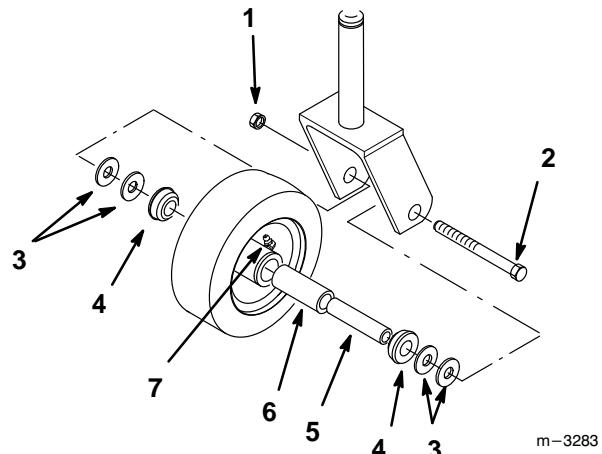

Figure 36
1. Déposer l'écrou et le boulon de roue qui fixent la roue pivotante à sa fourchette (Fig. 36).
2. Déposer la rondelle et le coussinet, puis retirer du moyeu le roulement à rouleaux et la douille de support (Fig. 36).
3. Retirer du moyeu l'autre coussinet, et nettoyer le moyeu pour enlever la graisse et la saleté (Fig. 36).
4. Contrôler l'usure du roulement à rouleaux, des coussinets, de la douille de support et de l'intérieur du moyeu. Remplacer les pièces usées ou défectueuses (Fig. 36).
5. Pour l'assemblage, insérer un (1) des coussinets dans le moyeu. Graisser le roulement à rouleaux et la douille de support, et les insérer dans le moyeu. Insérer le second coussinet dans le moyeu (Fig. 36).
6. Placer la roue pivotante dans la fourchette et la fixer à l'aide du boulon de roue et de l'écrou. Serrer l'écrou jusqu'à ce que la douille de support talonne contre l'intérieur de la fourchette (Fig. 36).